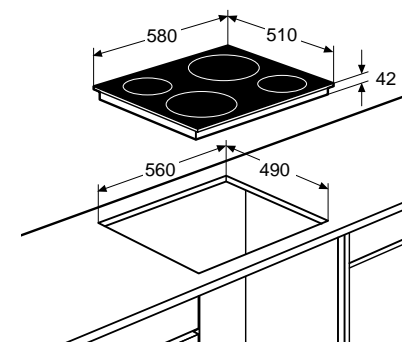

fig. 5
- Tracer les dimensions suivantes, 560 x 490 mm, sur le plan de travail pour l'encastrement de la table de cuisson (voir fig. 5).